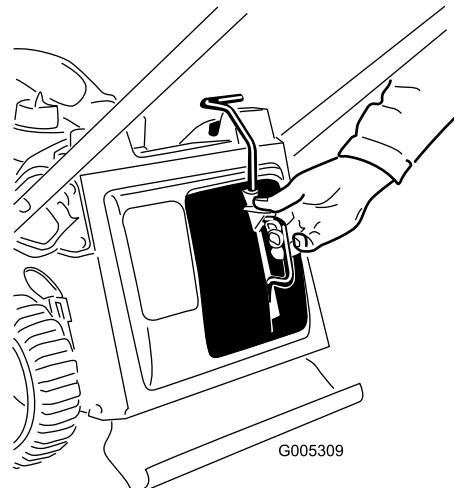

Bild 19
3. Ziehen Sie das Handrad des oberen Bügels fest (Bild 19).